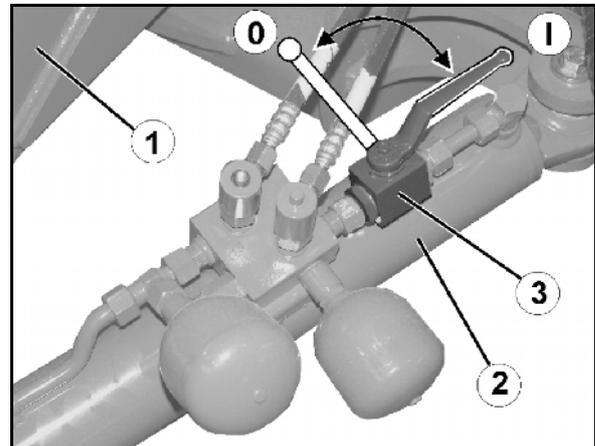

Fig. 91
4. Sikre styrestangen (Fig. 91/1) ved å lukke kuleventilen (Fig. 91/3) i posisjon 0.